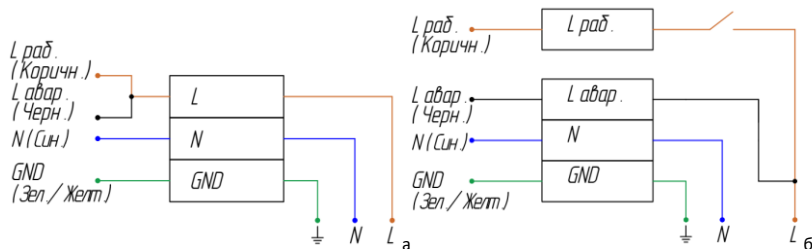

Рисунок 10 — Схема подключения аварийного светильника:
5.4.4. Если предполагается включать и выключать светильник в рабочем режиме, присоедините фазный рабочий провод (Лраб.) к клемме Лраб. через выключатель (см. рисунок 10, б). В данном случае возможно включение/отключение рабочего освещения через выключатель. В случае возникновения аварийного отключения электроэнергии светильник автоматически перейдет в аварийный режим при любом положении выключателя.
- 6.1.6. Если предполагается включать и выключать светильник в рабочем режиме, присоедините фазный рабочий провод (Лраб.) к клемме Лраб. через выключатель (см. рисунок 10, б). В данном случае возможно включение/отключение рабочего освещения через выключатель. В случае возникновения аварийного отключения электроэнергии светильник автоматически перейдет в аварийный режим при любом положении выключателя.
6.2.7. Если предполагается включать и выключать светильник в рабочем режиме, присоедините фазный рабочий провод (Лраб.) к клемме Лраб. через выключатель (см. рисунок 10, б). В данном случае возможно включение/отключение рабочего освещения через выключатель. В случае возникновения аварийного отключения электроэнергии светильник автоматически перейдет в аварийный режим при любом положении выключателя.